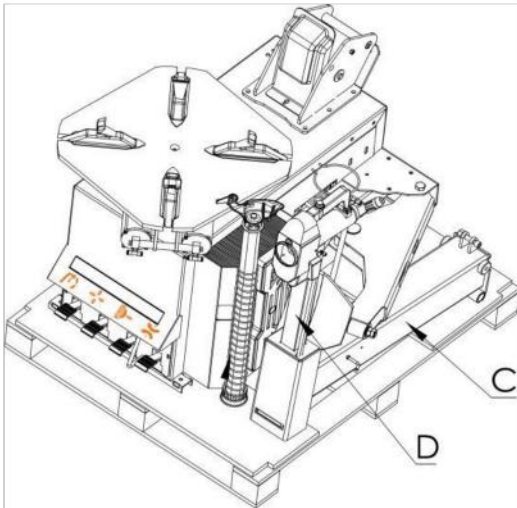

Fig. 5
- Déplacez la colonne C et le bras D et placez-les sur un support mou (Fig.5)